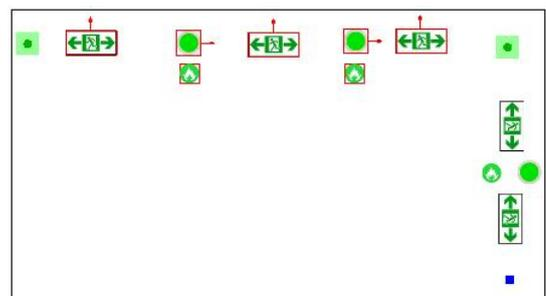

图 2
**第二步：**单击工具栏中的“指针”，选择一条路线的终端设备（灯具+着火点），路线中应包含两个节点（■或●）。见图 2；敲“Enter”键，生成路线。见图 3；